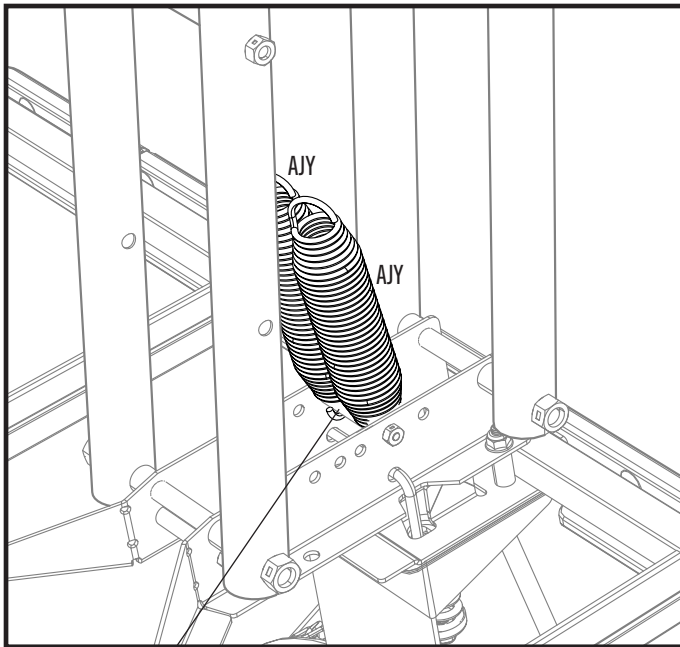
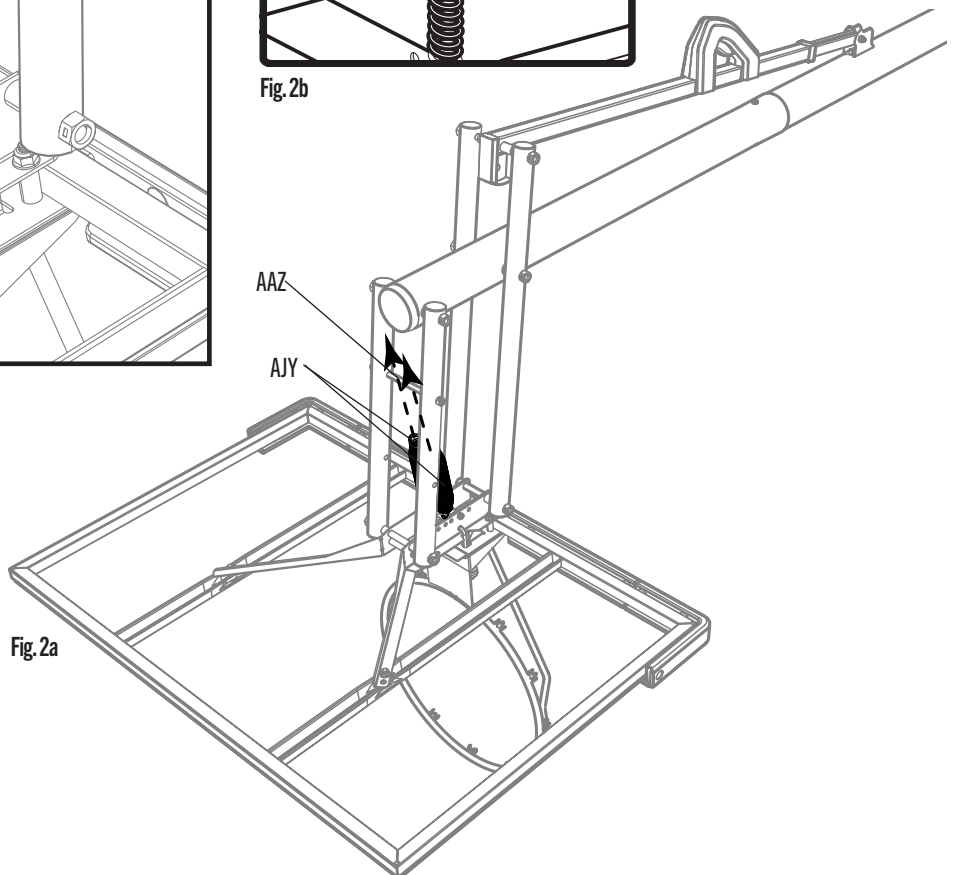

Fig. 1
Fig. 2a
- Raise the backboard to the highest position. Attach one end of each **counterbalance spring (AJY)** to the spacer between the backboard brackets (**Fig. 1**). Use the closed end of a wrench to stretch the **springs (AJY)** up and over the **hex bolt (AAZ)** (**Fig. 2a-2b**). **Repeat this step to hook the end of the other spring up and over the bolt.**
- Remonter le panneau a la position plus haute. Attacher une extrémité de chaque ressort de **contre-balancement (AJY)** à l'entretoise entre les supports de panneau (**Fig. 1**). En utilisant l'extrémité fermée d'une clé, étirer les **ressorts (AJY)** sur le **boulon hexagonal (AAZ)** (**Fig. 2a – 2b**). **Répéter cette étape pour insérer l'extrémité de l'autre ressort sur le boulon.**
- Levantar el tablero a la posición más alta. Fijar un extremo de cada **resorte de contrapeso (AJY)** al espaciador entre los soportes de tablero (**Fig. 1**). Utilizando el extremo cerrado de una llave, estirar los **resortes (AJY)** arriba del **perno hexagonal (AAZ)** (**Fig. 2a-2b**). **Repetir este paso para enganchar el extremo del otro resorte arriba el perno.**